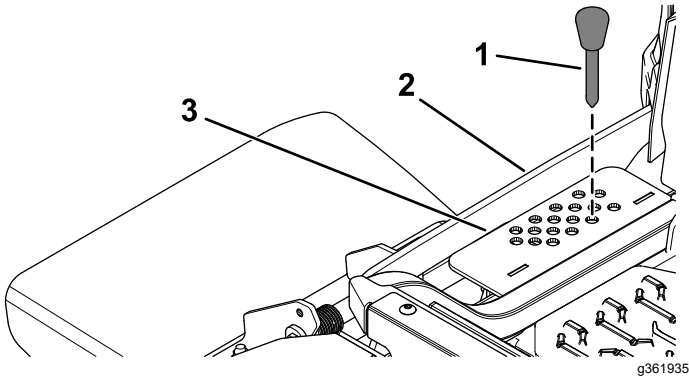

Figure 31
- Placez l'axe de chape dans le trou du support correspondant à la hauteur de coupe voulue (Figure 31).
- Appuyez sur le bas de l'interrupteur de levage du plateau jusqu'à ce la tringlerie de hauteur touche légèrement la goupille de hauteur de coupe (Figure 31).